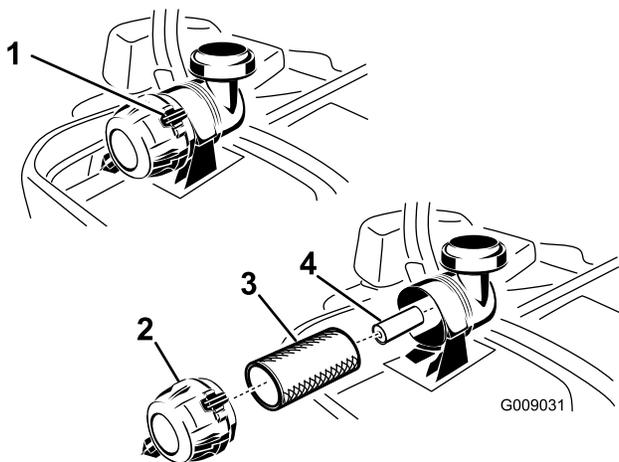

Figura 50
3. Premete verso il basso per rilasciare i dispositivi di fermo sul filtro dell'aria e togliete il coperchio dal corpo del filtro (Figura 50).
5. Estraete con cautela il filtro primario dal corpo del filtro dell'aria (Figura 50). Non urtate il filtro contro il corpo.
1. Non pulite il filtro primario di carta, sostituitelo (Figura 50).
2. Se sostituite il filtro secondario, inseritelo con cautela nel corpo del filtro (Figura 50).
3. Montate con cautela il filtro primario sul filtro secondario (Figura 50). Premete sul bordo esterno del filtro mentre lo inserite, per accertarvi che venga inserito a fondo.
di fermo bloccino il coperchio nella corretta posizione (Figura 50).